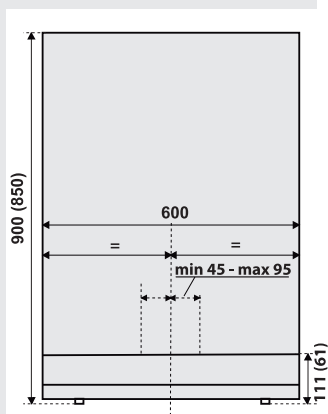

figure 2
Veillez vous référer à la figure 2 comportant les dimensions d'encastrement et le schéma de l'équerre fixée au mur ainsi que les pieds réglables complètement rétractés.
- Avec un crayon que vous passerez à travers l'ouverture située dans le bas de la cuisinière, marquez sur le mur le milieu de l'appareil. Faites une autre marque à 45 – 95 mm du milieu, vers la droite (figure 2).